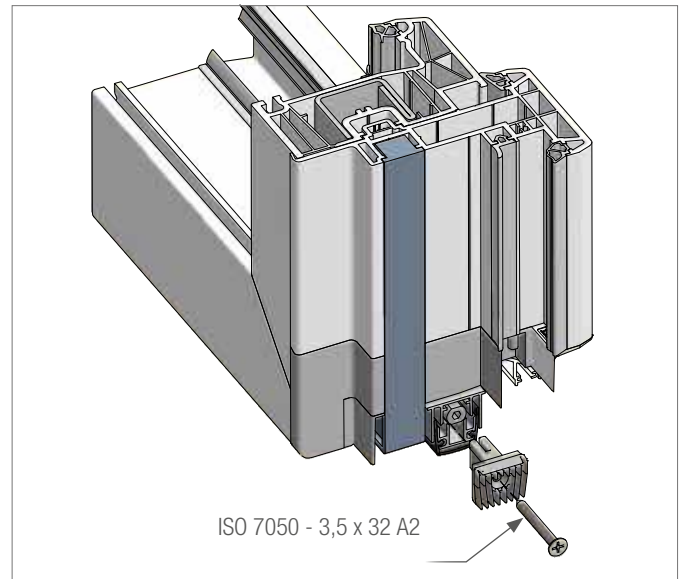

Abb. 14: Montage der Stulpendkappe Wetterschenkel - Abdichtung
- Zunächst den bei dem Stulpwetterschenkel beiliegenden Dichtstopfen an der Absenkdichtung montieren (Abb. 14). Den Dichtstopfen in die Absenkdichtung bis zum Anschlag einführen und mittels der vorgesehenen Schraube sichern.